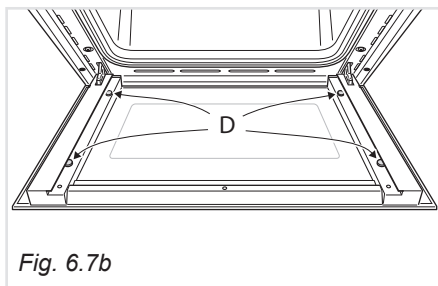

Fig. 6.7b
- Verificare che i 4 distanziatori "D" siano nella loro posizione (fig. 6.7b).